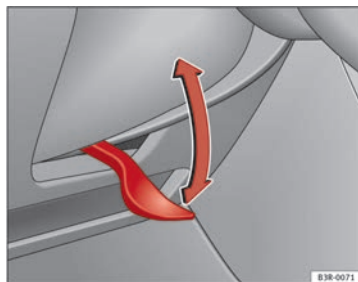

Fig. 134 Lever beneath steering column
- Push the lever ⇒ fig. 134 down ⇒ ⚠.